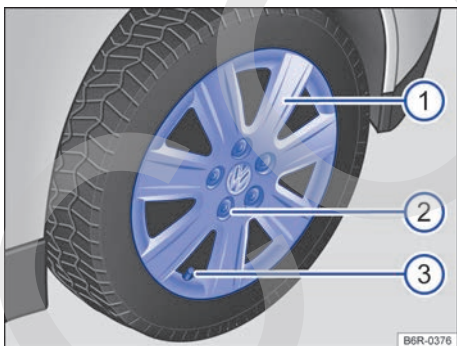

Fig. 197 Desmontar el tapacubos integral que va atornillado.
El tapacubos → fig. 197 ① va fijado con los tornillos de rueda y no se puede extraer tirando de él.